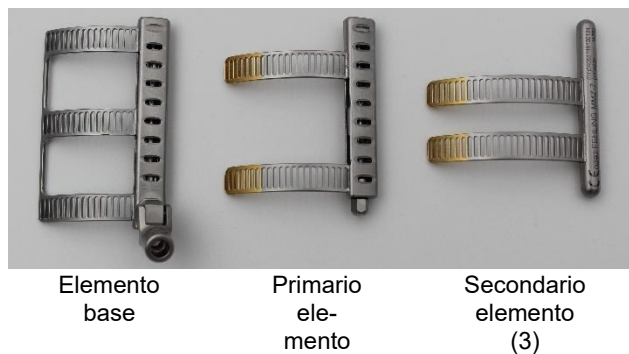

Fig. 16b: Lama Treede Maxposition nei suoi singoli elementi
La Figura 16a mostra la lama Treede Maxposition, composta da tre elementi di dimensioni diverse. Si compone di un elemento base (1), di un elemento primario (2) e di un elemento secondario (3) (Fig. 16b).